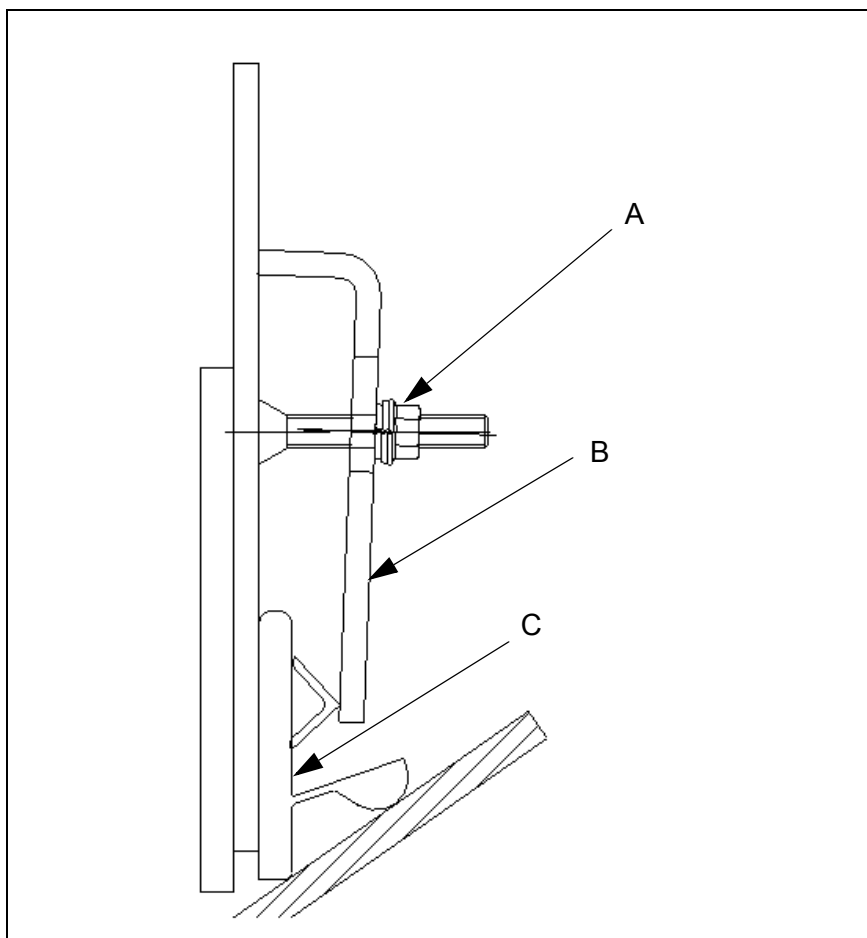

Fig. 6: Sistema de sellado lateral MARTIN® APRON SEAL™
1. Soltar las tuercas de todas las pinzas angulares (A, fig. 6).
2. Retirar las pinzas angulares (B, fig. 6).
3. Sacar el sistema de sellado lateral MARTIN® APRON SEAL™ (C, fig. 6).